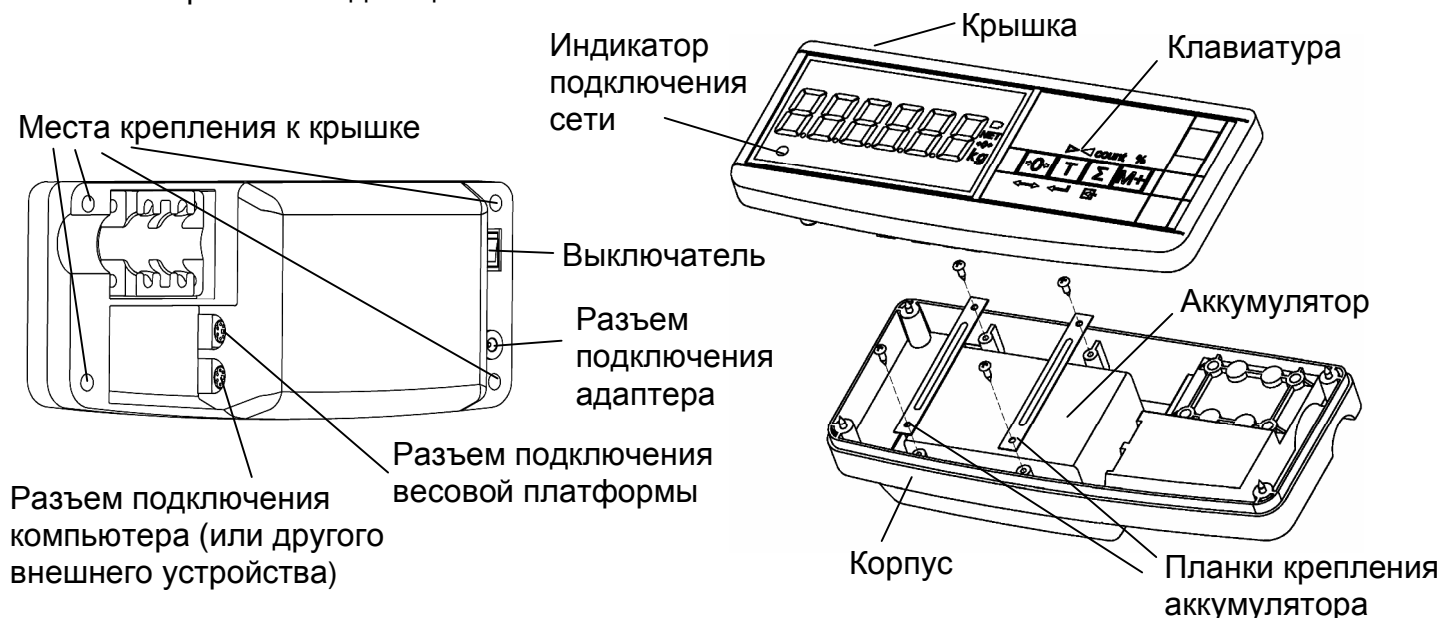

Рисунок 5.4 - Устройство индикации
- подсоединить разъем весовой платформы к устройству индикации (рисунок 5.4);
- подсоединить разъем весовой платформы к устройству индикации (рисунок 5.4). Излишек кабеля заправить в стойку;